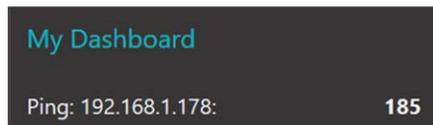

Figure 9.37 Exemple d'affichage du temps de trajet aller-retour
- Rejoindre les deux nœuds et cliquer **Déployer**. Démarrez votre tableau de bord. Vous devriez voir le temps d'aller-retour comme indiqué à la figure 9.37